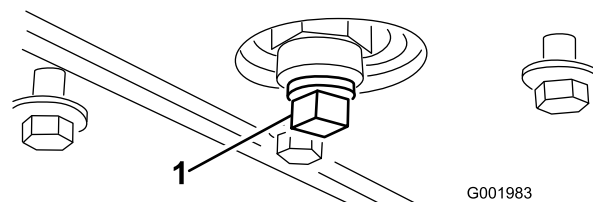

Figure 50
5. Enlevez le bouchon de vidange (Figure 50).